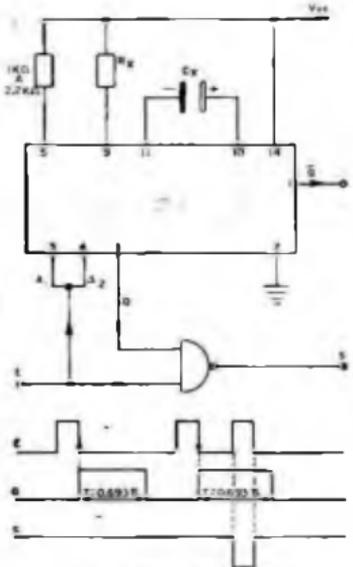

Figura 79
- o circuito que ora vamos apresentar gera um pulso de saída quando a entrada surtem dois pulsos consecutivos cujo intervalo de tempo entre eles é inferior ao período de temporização. o funcionamento é semelhante ao anterior, exceto que neste caso o CI 74121 se apresenta na configuração em que é sensível à decida do pulso de disparo; o diagrama de fases desta figura elucida o exposto. (figura 79)